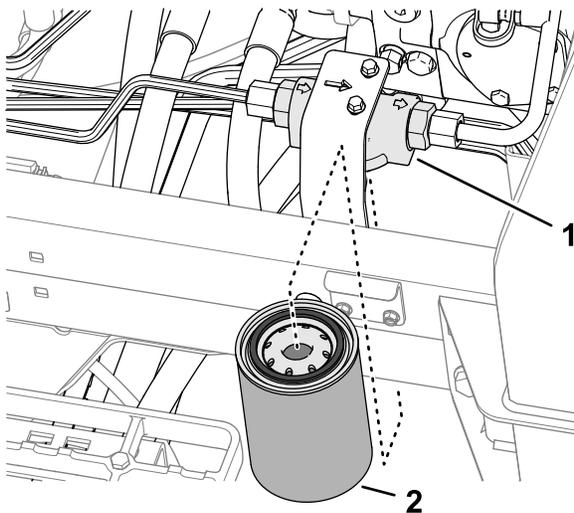

Figure 114
3. Placez un bac de vidange sous le filtre de charge, sur le côté gauche de la machine (Figure 114).